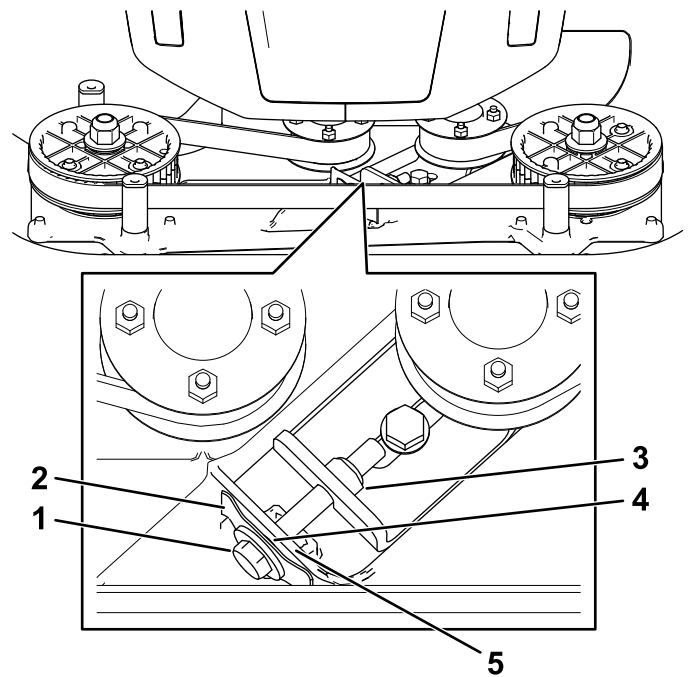

Figuur 24
1. Verwijder het deksel van het mesaandrijfsysteem (Figuur 24).